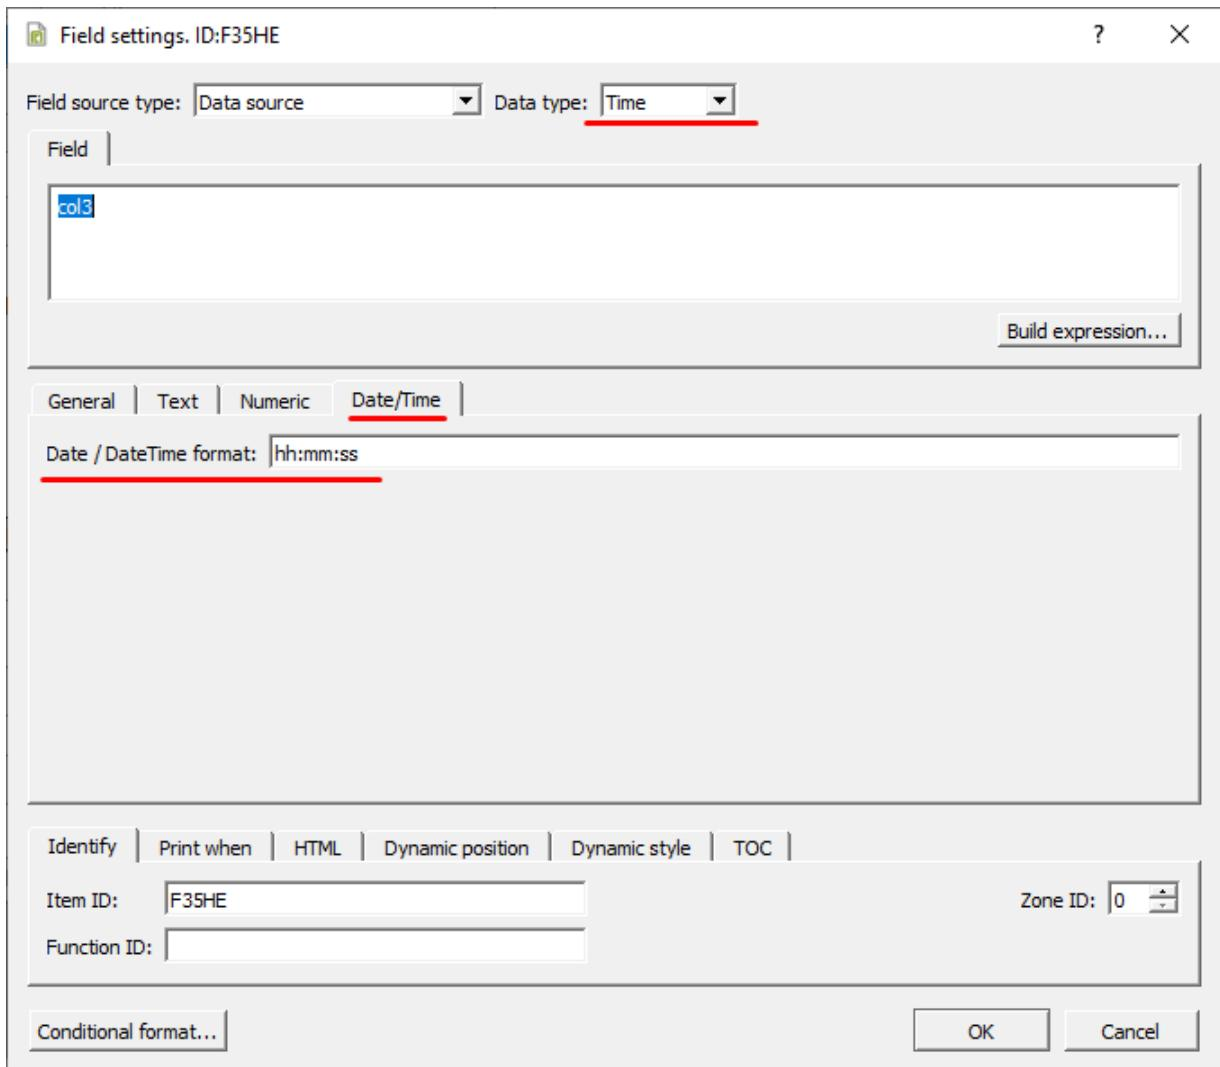

Рисунок 162 - Настройка табличных данных
4. Для колонки времени в графе **Field source type** выберите **Data Source**, в графе **Data type – Time**, в графе **Data/Time** впишите формат даты (Рисунок 162).